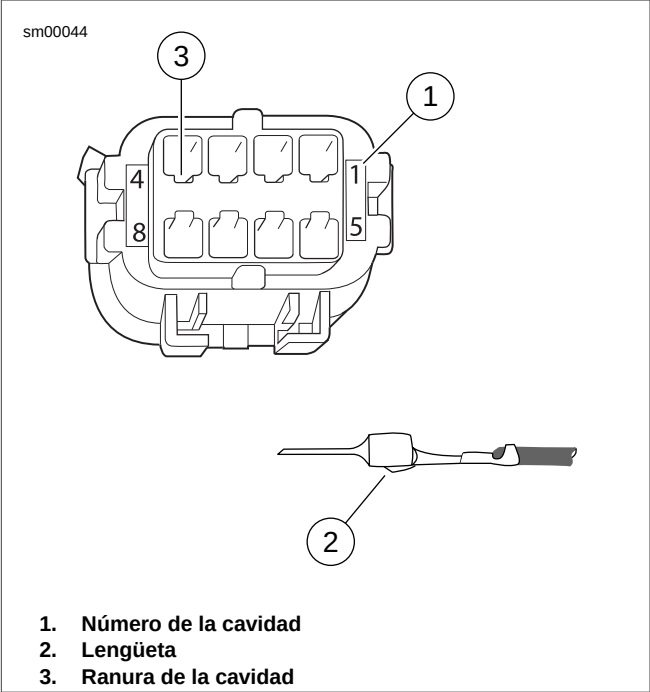

Figura A-37. Conector Molex: Cavidades macho y terminal de cable
1. Vea Figura A-37. Usando el diagrama de cableado, acople el color del cable a su cavidad numerada de terminal.